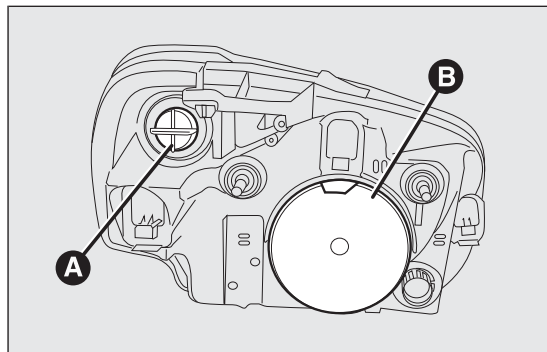
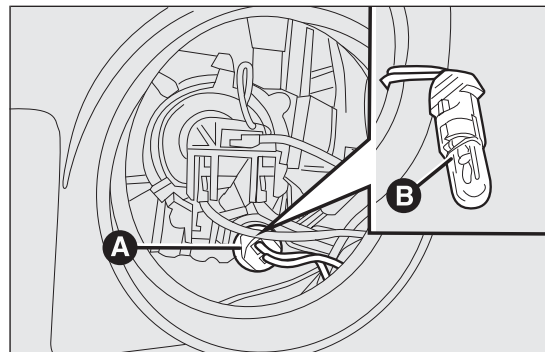

fig. 134
fig. 135
Los grupos ópticos delanteros fig. 134 están compuestos por las luces de posición, las luces de cruce, las luces de carretera y los intermitentes.
- ☐ quitar la tapa de protección A fig. 134;
- ☐ girar hacia la izquierda el portalámpara A fig. 135 y sacarlo;
- ☐ montar la nueva lámpara, introducir nuevamente el portalámpara A fig. 135 a continuación montar de nuevo la tapa de protección A fig. 134.
- ☐ volver a enganchar el muelle de sujeción de la lámpara y volver a montare correctamente la tapa de protección A fig. 134.
- ☐ girar hacia la izquierda la tapa de protección B fig. 134;